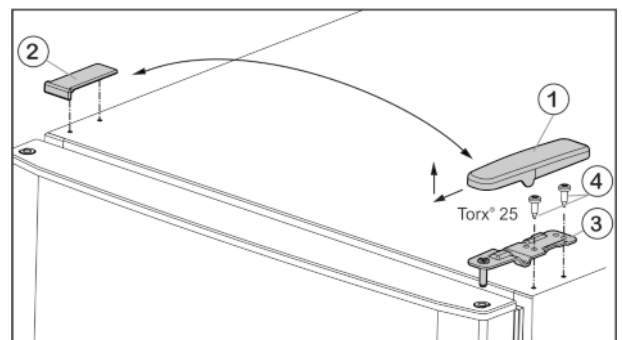

Fig. 4
- ▶ Потяните крышку Fig. 4 (1) вперед и вверх.
- ▶ Снимите крышку Fig. 4 (2).
- ▶ Открутите верхний опорный кронштейн Fig. 4 (3) (2 шт. Torx® 25) Fig. 4 (4) и вытяните вверх.
- ▶ Установите верхнюю дверцу на средний опорный кронштейн (13).
- ▶ Установите верхний опорный кронштейн Fig. 4 (3) на новой стороне шарнира и защелкните в дверце.
- ▶ Привинтите верхний опорный кронштейн (с моментом 4 Нм) (2 шт. Torx® 25) Fig. 4 (4). При необходимости используйте аккумуляторный шуруповерт.
- ▶ Наденьте и защелкните крышку Fig. 4 (1) на противоположной стороне снаружи.
- ▶ Также наденьте сверху и защелкните крышку Fig. 4 (2) на противоположной стороне.